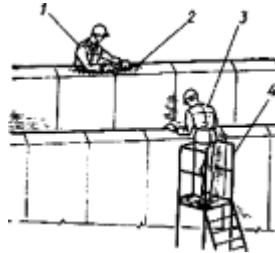

Рис.3. Схема подготовки места установки лестничной площадки
Подготовка места установки лестничной площадки, установка площадки (рис.3 ... 6),исполнители
2. Рабочий, выполняющий монтажные работы, старший в звене и рабочий, выполняющий монтажные работы подкатывают площадки для сварщика и монтажника 4к месту установки лестничной площадки на стене и поднимаются на них (рис.3).